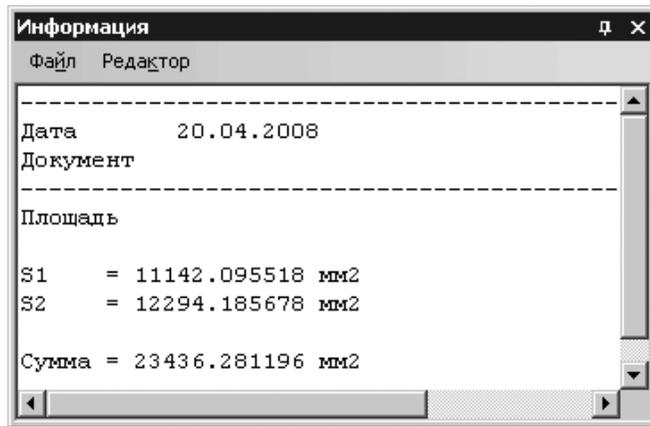

Рис. 8.48. Измерение площади эскиза крышки без отверстий
- щелкните мышью с другой стороны осевой линии для отверстий в крышке. В окне сообщений **Информация** появится площадь S2 эскиза – внутренняя его часть между внешней окружностью, осевой окружностью и отверстиями. Эта площадь выделится красным цветом, а красный цвет с прежней площадью исчезнет. Это состояние показано на рис. 8.48.